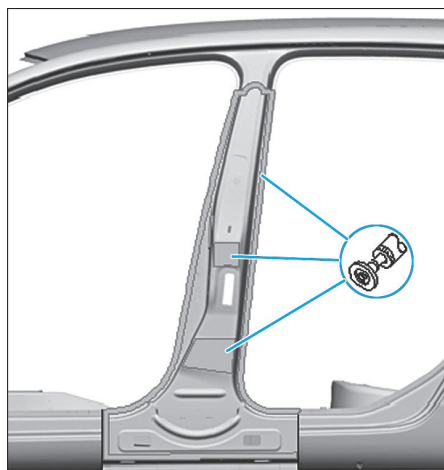

FIG. 57
- Préparer les zones d'accostage, éliminer entièrement les restes de colle et poncer à nu les surfaces de collage (Fig.57).